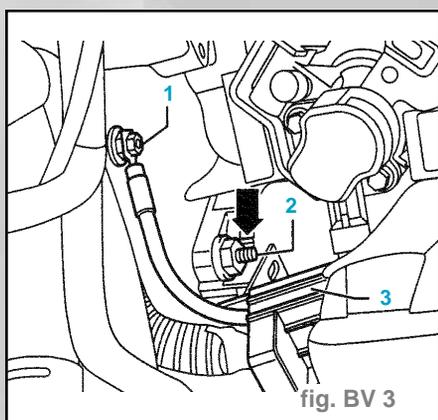

fig. BV 3
- Débrancher le câble sélecteur de l'entraîneur du levier d'inversion (C) ; pour ce faire, soulever l'ergot dans le sens de la flèche.
- Déposer la tresse de masse de la vis d'assemblage supérieure (1) moteur/boîte de vitesses (fig. BV 3).